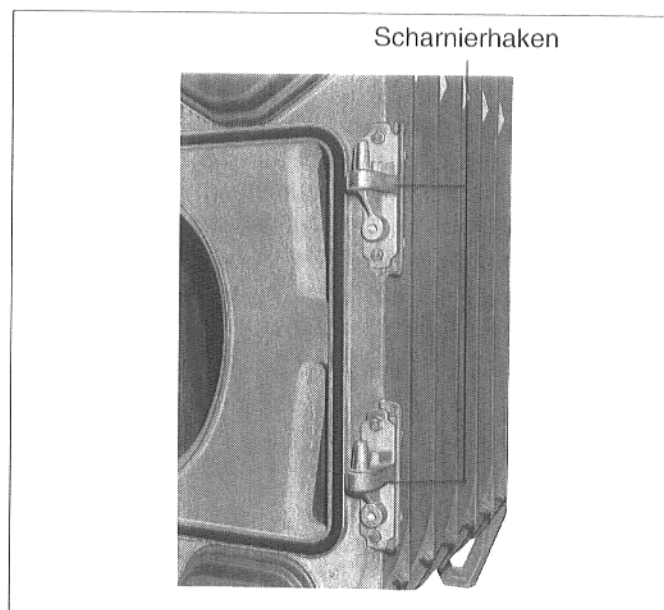

Abb. 30
- **Die Scharnierhaken** entsprechend Abb. 30 mit den Maschinenschrauben je 2 x M 12 x 55 rechts am Vorderglied anschrauben.